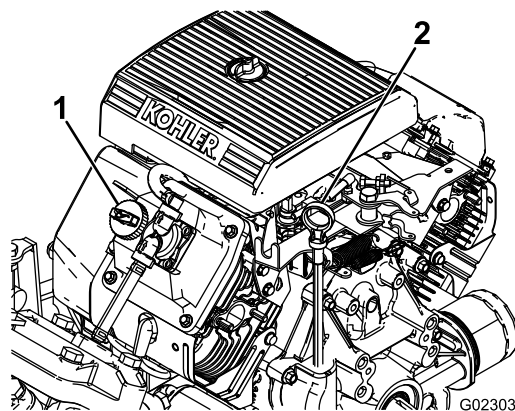

Figura 11
2. Remova a vareta de nível e limpe-a com um pano limpo (Figura 11).
4. Se o nível de óleo estiver baixo, remova a tampa de enchimento da tampa da válvula (Figura 11) e despeje óleo na abertura até que o nível de óleo atinja a marca FULL na vareta de nível; consulte Manutenção do óleo do motor \(página 50\) para conferir o tipo de óleo e a viscosidade adequados.